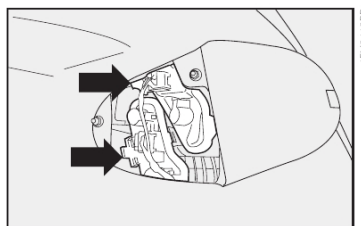

fig. 28
- 1) por dentro do porta-malas, puxar a tira de velcro e levantar o carpete que recobre o grupo das lanternas traseiras **A-fig. 28**;
- 2) pressionar as linguetas **fig. 28** e puxar os conjuntos porta-lâmpadas retirando-os de suas sedes;
- 3) remover as lâmpadas **fig. 28** empurrando-as levemente e girando-as levemente.